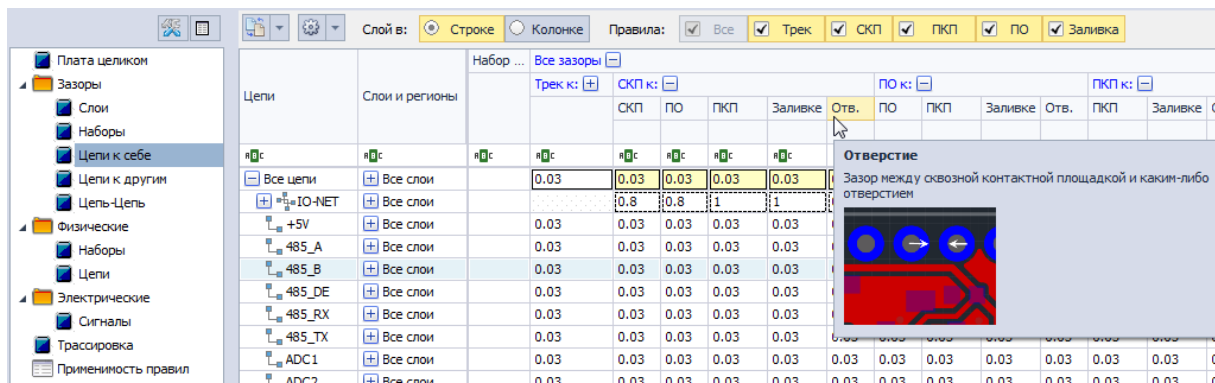

Рис. 15 Зазор между сквозной контактной площадкой и отверстием
- Зазор между СКП и отверстием обозначается как «СКП к Отв.», см. Рис. 15.